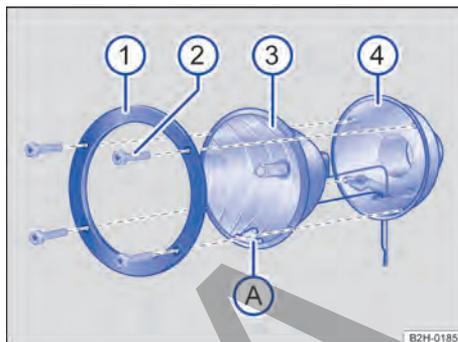

Fig. 161 Faro adicional en el techo del vehículo: desmontar el cristal.
2. Suelte los tornillos con la llave de las herramientas de a bordo → fig. 161 .
3. Retire el anillo de sujeción → fig. 161  de la carcasa del reflector .
4. Extraiga con cuidado la carcasa del reflector → fig. 161  de la carcasa del faro .
12. Coloque la carcasa del reflector → fig. 161 ③ en la carcasa del faro ④. La marca ⑤ deberá mirar hacia abajo → ①.
13. Coloque el anillo de sujeción en la carcasa del reflector → fig. 161 ①.
14. Apriete los tornillos con la llave de las herramientas de a bordo → fig. 161 ②.